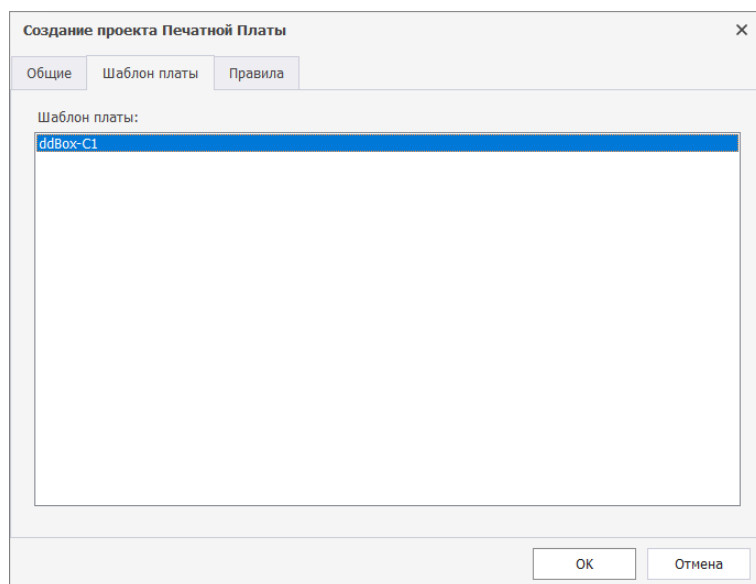

Рис. 25 Выбор шаблона платы из стандартов
7. Перейдите во вкладку «Шаблон платы» и выберите, на основе какого шаблона из стандартов будет создан проект, Рис. 25.